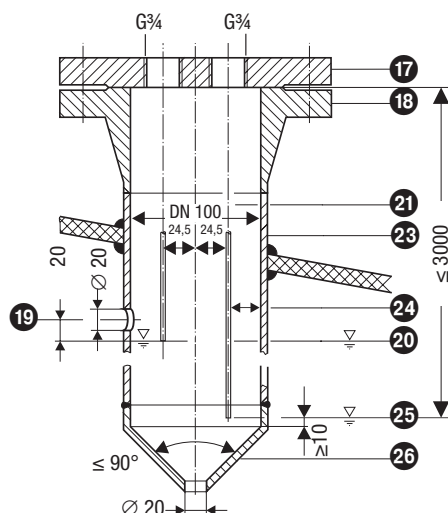

Fig. 17 Beskyttelsesrør (i bygningen) ved anvendelse som indvendig vandstandsgrænser i kombination med vandstandsregulering eller minimumsvandstandsgrænser
- En niveauelektrode NRG 1...-50 kan sammen med en GESTRA-niveauelektrode, en niveauelektrodeafbryder eller -transmitter monteres i et fælles beskyttelsesrør eller en fælles målebeholder (indvendig diameter 100 mm) til regulering af vandstanden og som minimumsvandstandsbegrænser. **Fig. 17.** I forbindelse med indvendig montering skal NRG 1...-50 have en afstand til den øverste udligningsåbning på mindst 40 mm.